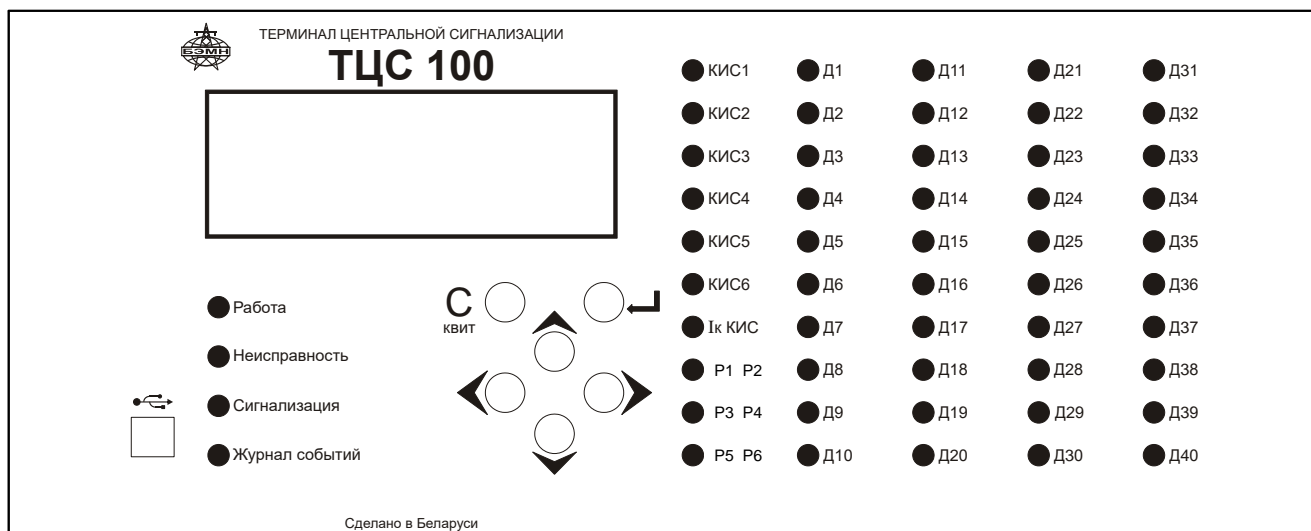

Рисунок 1.2 – Внешний вид ТЦС
1.3.2 ТЦС выполнен в виде моноблока (рисунок 1.2) в закрытом металлическом корпусе. В каркас с задней стороны по направляющим вставляются функциональные модули. Каждый модуль конструктивно выполнен на одной печатной плате. С задней стороны ТЦС установлены разъемы (Приложение Б).